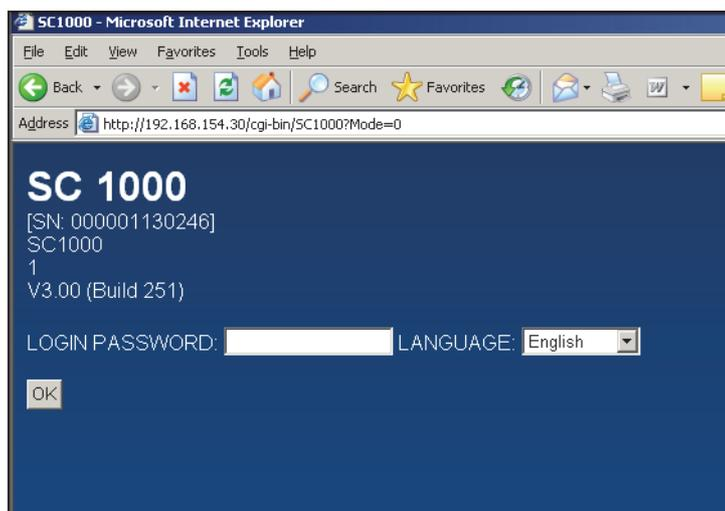

Figure 9 Page d'accueil du transmetteur sc1000
3. Ouvrez le navigateur web sur l'ordinateur et saisissez l'adresse IP du transmetteur dans la barre d'adresse (Figure 9).